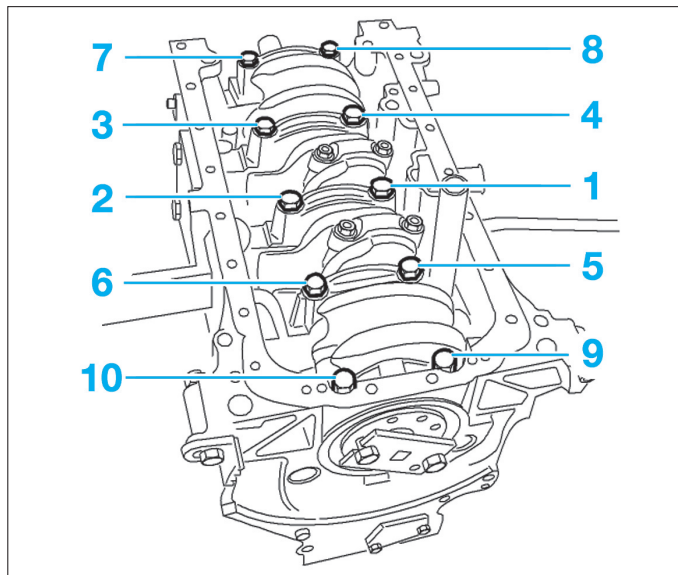

FIG. 50
- Faire dépasser les joints latéraux (2) de 1 mm minimum en (3) de chaque côté.
- Serrer les paliers dans l'ordre prescrit (Fig.50).